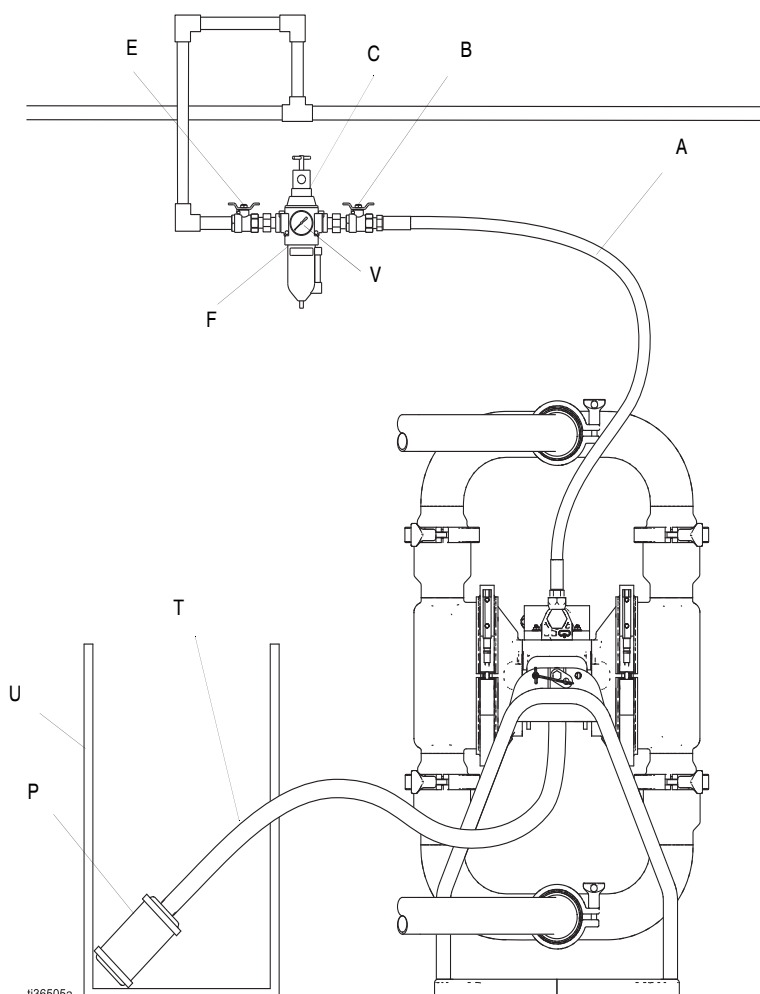

図 3: 排気エアの排出
システムが設置方式に合わせて適切に換気されていることを確かめてください。可燃性の液体または危険な液体をポンプ処理するときには、ポンプの排気を、人間、動物、食物取り扱い場所、およびすべての着火源から離れた場所に排出する必要があります。ダイアフラムが破損した場合、ポンプ処理中の液体が空気とともに排出される原因となることがあります。液体を受け止める接地された容器を、排気ラインの端に配置してください。図 3 を参照してください。
1. ポンプの排気ポートからマフラー (P) を取り外します。図 3 を参照してください。
2. 接地された導電排気ライン (T) を取り付け、マフラー (M) をラインの反対側の端に接続します。排気ホースの最少サイズは 1.0 in. 内径です。4.57 m (15 ft) 以上のラインが必要な場合、より大きな径のラインを使用してください。ラインを鋭い角度で曲げたり、ねじらないようにしてください。
3. ダイアフラムが破裂した場合に備えて、導電性の接地された容器 (U) を排気ラインの端に置き、液体を受けるようにします。図 3 を参照してください。